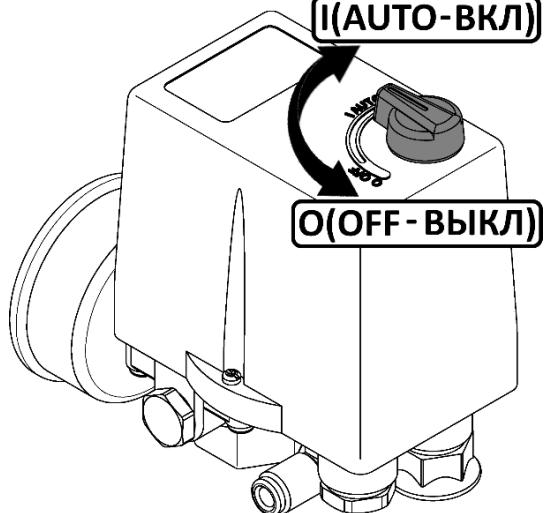

Рисунок 5
- Проверьте, чтобы выключатель на реле давления находился в выключенном положении "О" (рисунок 5).